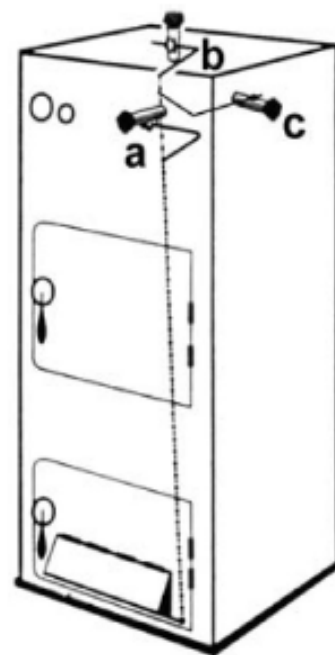

Рис. 3-1: Монтаж FR 1
- ▶ Соблюдать правильное монтажное положение регулятора режима горения и штока-рычага. Смотрите рисунок 3-1.
3. Повернуть регулятор режима горения таким образом, чтобы винт при горизонтальной установке (а) смотрел вниз, при горизонтальной установке (b) смотрел вперед и при горизонтальной боковой установке (с) смотрел вверх, смотрите рис. 3-1.